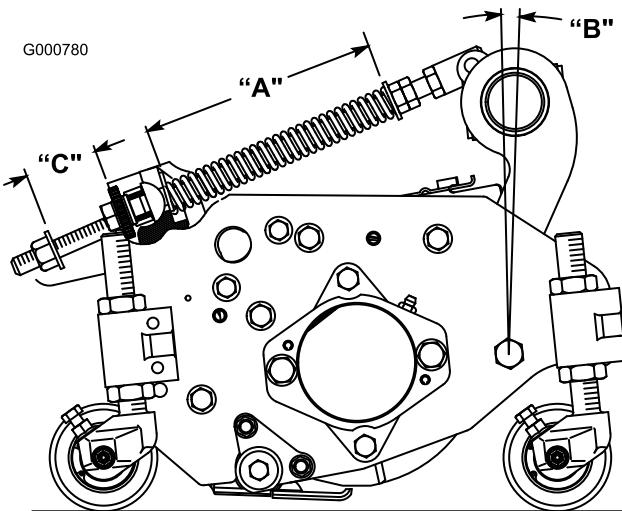

図 8
ターフ補正スプリング図 8は、キャリアフレームとカッティングユニットをつないでおり、前後の揺れの大きさの調整と、移動走行中や旋回動作中の地上高の調整を行っています。
1. スプリングロッド後部のロックナットを締めて、スプリングブラケット後部とワッシャ前面との間のすきまCを25 mmとする図 8。
- スプリングロッド前部の角ナットを締めて、スプリング圧縮状態の長さが203 mmになるようにする図 8。
注 ラフで使用する時やアンジュレーションの大きなフェアウェイを刈る時は、上記の長さAを216 mmとし、スプリングブラケット後部とワッシャ前面のすきまCを38 mmとしてください図 8。